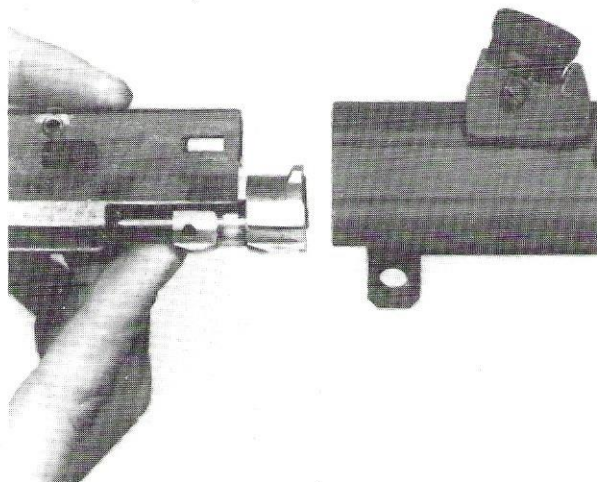

Figure 12 : Remontage:présentation de l'ensemble mobile.
- introduire l'ensemble mobile (culasse en position avant) dans la boîte de culasse (fig 12),